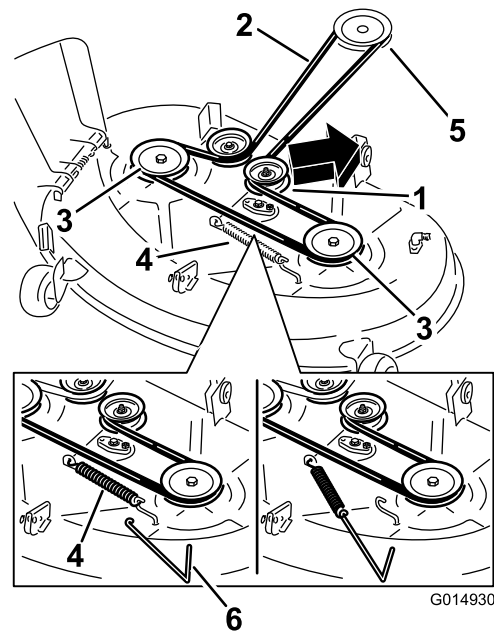

Figura 68
4. Usando una herramienta para la retirada de muelles, retire el muelle tensor del gancho de la carcasa para eliminar la tensión de la polea tensora, y retire la correa de las poleas (Figura 68).
5. Pase la correa nueva alrededor de las poleas del motor y del cortacésped (Figura 68).
6. Usando una herramienta para la retirada de muelles, instale el muelle tensor sobre el gancho de la carcasa y tense la polea tensora y la correa del cortacésped (Figura 68).